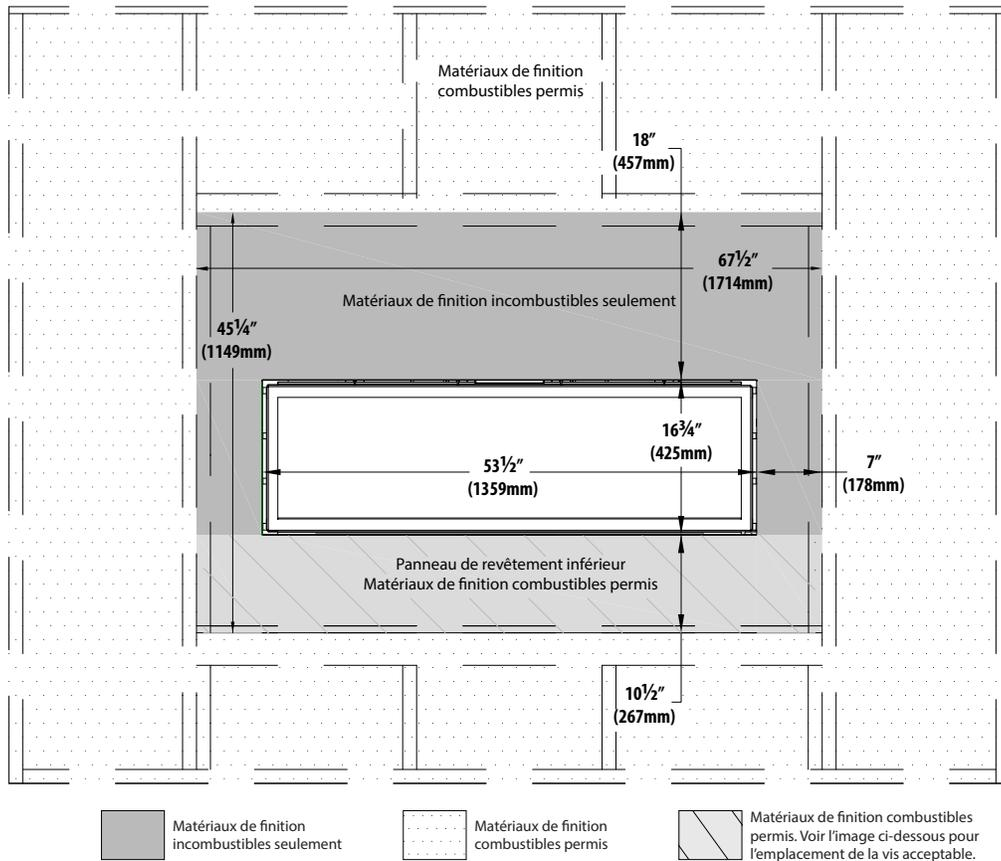
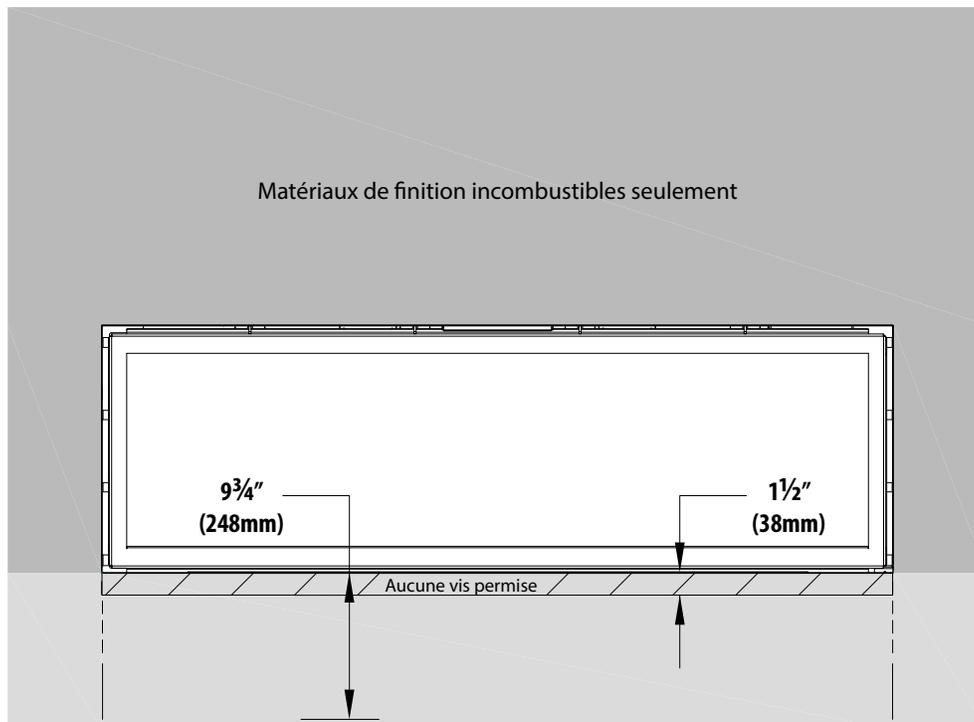

FIGURE 4.5 Dimensions minimums des matériaux incombustibles
FIGURE 4.6 Dimensions minimums des matériaux incombustibles emplacements de vis
- Des matériaux incombustibles sont exigés au-dessus et aux côtés du foyer. Ce foyer peut loger des matériaux de façade incombustibles ayant 1/2 po (12 mm) d'épaisseur maximale. Voir les dimensions aux Figures 4.5 et 4.6 (page 39).
- Il est acceptable de pré-percer des trous et d'utiliser des vis auto-taraudeuses pour fixer les matériaux incombustibles au-dessus et aux côtés de la façade du foyer. La Figure 4.6 montre les zones permises où la profondeur de pénétration maximale des vis à travers l'enveloppe externe du foyer est de 1/2 po (13mm).
- Des matériaux incombustibles sont exigés au-dessus et aux côtés du foyer. Ce foyer est conçu pour loger des matériaux de façade incombustibles ayant 1/2 po (19 mm) d'épaisseur maximale. Voir la Figure 4.5 et 4.6 à la page 39.
- Il est acceptable de pré-percer des trous et d'utiliser des vis auto-taraudeuses pour fixer les matériaux incombustibles au haut et aux côtés de la façade du foyer. N'utilisez pas des vis trop longues. Voir la Figure 4.6 à la page 39.
- Ces matériaux combustibles sont installés par dessus tous les matériaux incombustibles exigés, tels que montrés à la Figure 4.5 et la Figure 4.6 (page 39).